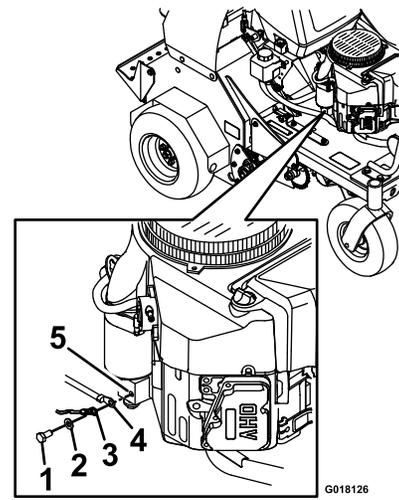

Figure 4
2. Retirez la vis, la rondelle et le câble de masse du moteur. Branchez le câble négatif de la batterie comme montré à la Figure 4.